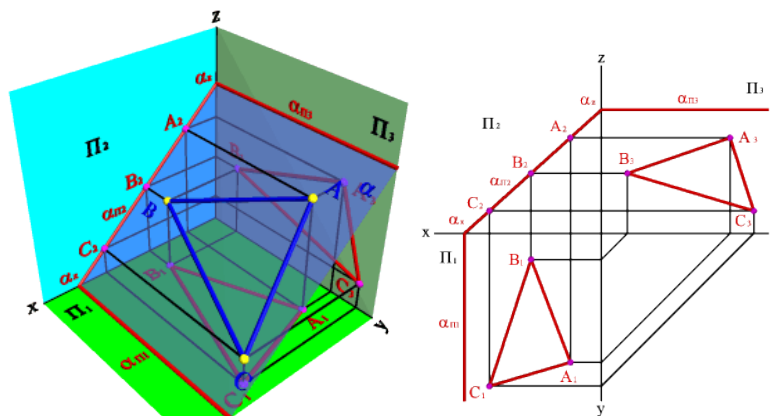

Рис.3
- Фронтально-проецирующая плоскость (Рис.3)